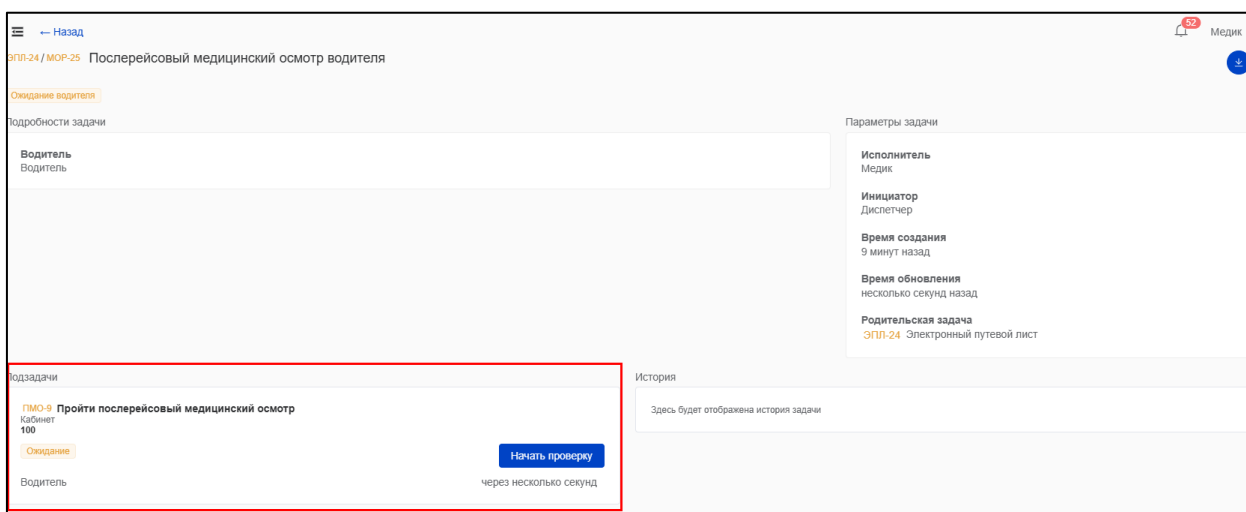

Рисунок 70 – Водителю назначена подзадача на прохождение послерейсового медосмотра
3) В рамках данной задачи будет создана подзадача на прохождение медосмотра и назначена на водителя (Рисунок 70). Водитель в своем АРМ для выполнения задачи и прохождения медосмотра нажимает кнопку «Начать проверку». После чего медицинский работник может начать медосмотр.